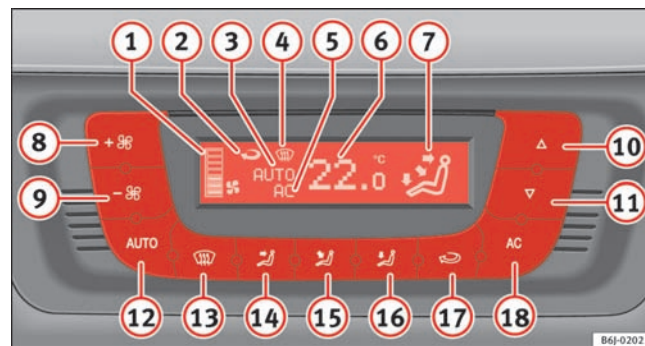

Fig. 98 I instrumentpanelet: betjeningselementer til Climatronic
- Tryk på knapperne 10 og 11 ⇒ fig. 98 for at indstille temperaturen.
- ① Symbol for blæsertrin
- ② Symbol for recirkulation
- ③ **AUTO** (automatikfunktion)
- ④ Symbol for defroster
- ⑤ Symbolet AC (airconditionanlægget er tilsluttet)
- ⑥ Symbol for den valgte kabinettemperatur
- ⑦ Symbol for luftstrømmens retning
- ⑧ Forøgelse af blæserhastighed
- ⑨ Reducering af blæserhastighed
- Tryk på knappen . Visningen ⇒ side 126, fig. 98 ⑦ kommer frem.
- Tryk på knapperne ⑩ og ⑪ ⇒ side 126, fig. 98 for at indstille den ønskede kabinettemperatur. Vi anbefaler, at du indstiller temperaturen på 22° C.
- Tryk på en af knapperne $\Rightarrow$ side 126, fig. 98  til , eller tryk på blæserkontakterne  og . Visningen  forsvinder.
Blæseren kan indstilles med knapperne  og  $\Rightarrow$ side 126, fig. 98. Hvis blæseren er afbrudt (der vises ikke noget blæsertrin  i displayet), og du holder knappen  trykket ind, afbrydes Climatronic. Det vises med **OFF** i displayet.
- Tryk på knappen  for at aktivere eller deaktivere recirkulationsfunktionen. Recirkulationsfunktionen er aktiveret, når symbolet  $\Rightarrow$ side 126, fig. 98 vises i displayet.